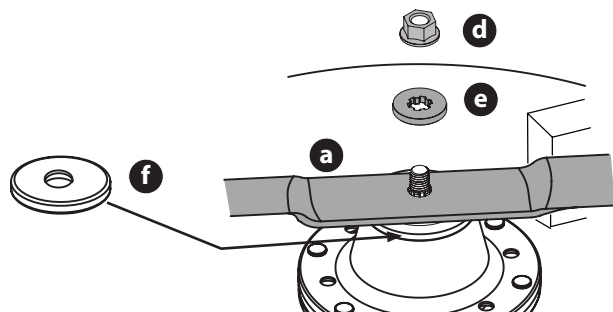

Figura 44
- Quite la tuerca de seguridad con brida (d) y la arandela plana (e) sujetando la cuchilla (a) a la cortadora y extraiga la cuchilla (Figura 44).
NOTA: solo para plataformas de 36 pulgadas - Hay una tapa (f) presente entre la cuchilla y la cortadora de césped. Antes del montaje, asegúrese que la tapa está en su lugar antes de instalar la cuchilla (Figura 44).